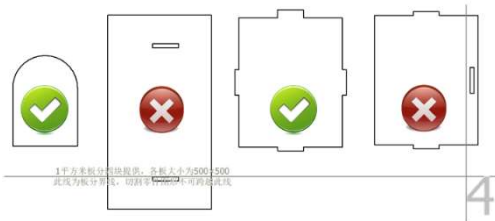

图 3-6 零件轮廓不可跨越板材分界线
- 6. 工程图文件中的十字线表示四块板材之间的分界线，零件轮廓**不可跨越该分界线**，否则将无法加工，如图 3-6。